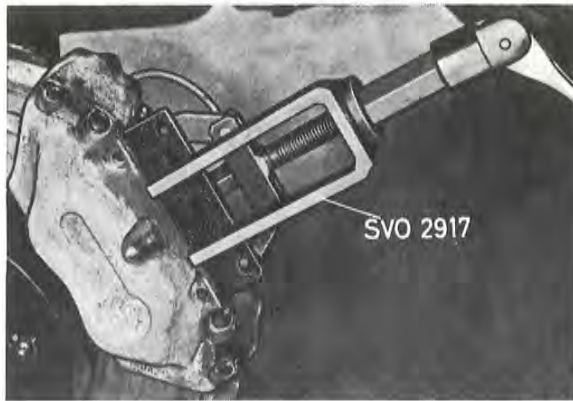

Bild 17. Demontering av bromsklots
4. Dra ut klotsarna med verktyg SVO 2917, se bild 17. Skall de använda klotsarna återmonteras märks de upp så att samma läge erhålls.